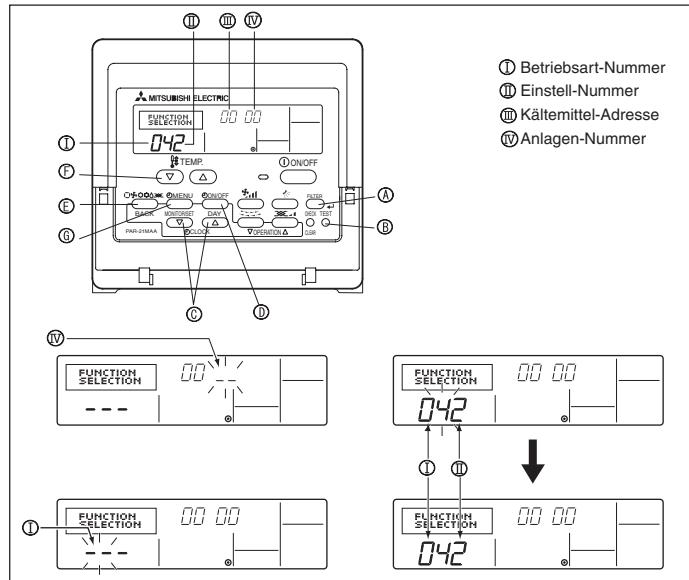

Fig. 6-9
1) Für die verdrahte Fernbedienung (Fig. 6-9)